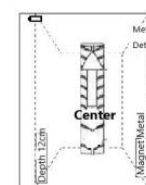
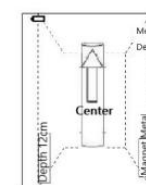
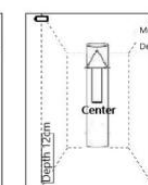

Figura 4
Figura 5
Figura 6
- Pictograme metalice: pictograma bară de oțel reprezintă metal magnetic, iar obiectul măsurat este în general bară de oțel; pictograma țevii de cupru înseamnă metal nemagnetic, obiectele măsurate sunt în general țevi de cupru sau aliaj. Când instrumentul este considerat ca fiind metal magnetic sau metal nemagnetic, distanța de la instrument la obiectul metalic va fi afișată (așa cum se arată în Figura 4 și Figura 5); în caz contrar, nu va fi afișat (așa cum se arată în Figura 6).